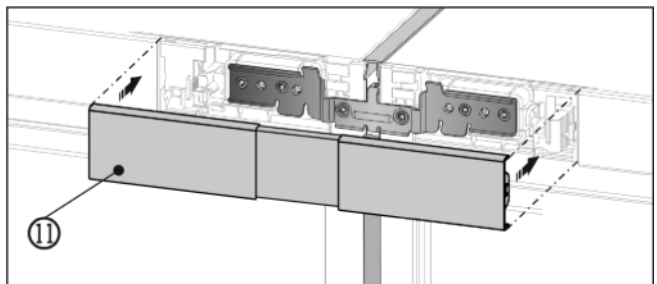

Fig. 15
- ▶ Fäst den övre täckplattan Fig. 15 (11) över det ännu öppna mellanrummet mellan de båda kontrollpanelerna. Kontrollera då att täckplattans yttersidor är i samma plan som kontrollpanelerna.